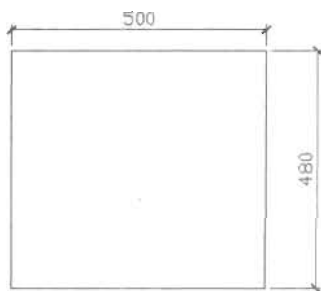

图 4-76
(1) 单击“绘图”工具栏中的“矩形”按钮, 或者在命令行中输入 REC 命令, 绘制一个 440mm×250mm 的矩形, 如图 4-76 所示, 命令执行过程如下。